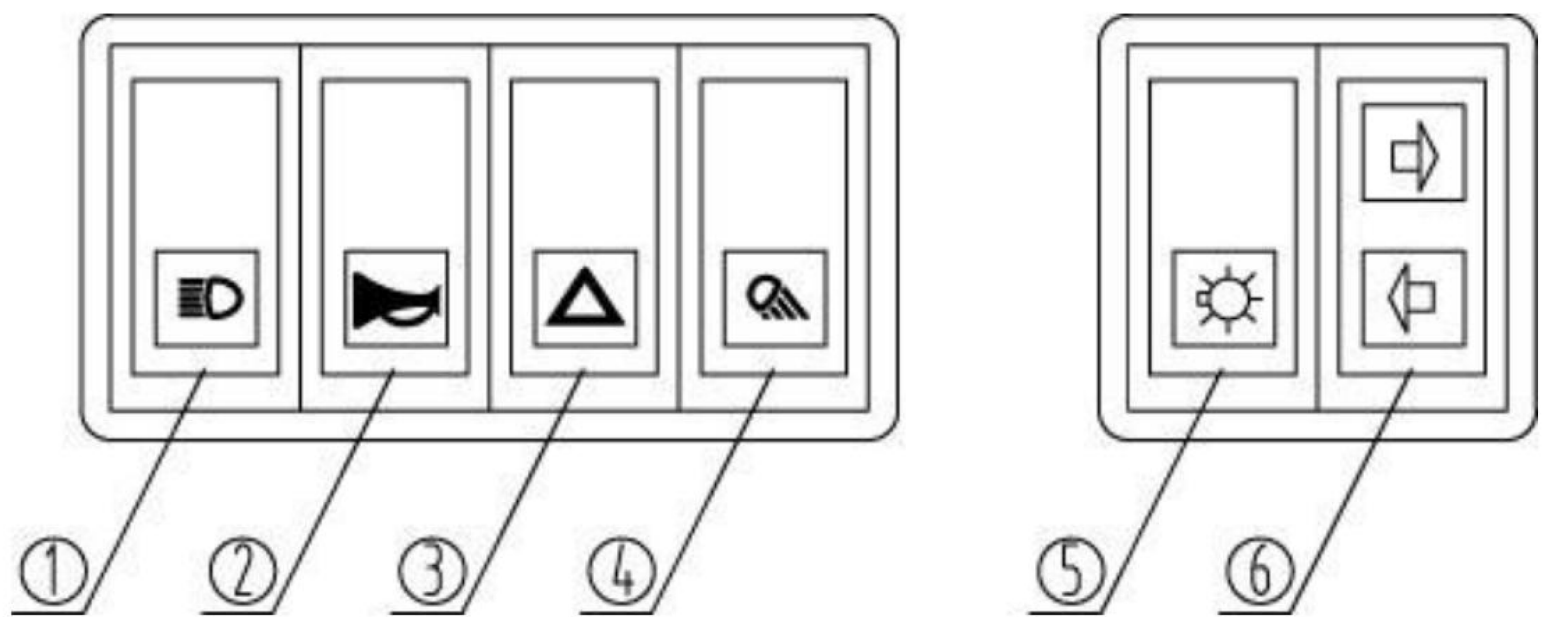

Figura 2-9 Interruptores basculantes
- (1) Fuente de alimentación: consiste en un generador rectificador de silicio, un regulador de voltaje y una batería.
- (2) Parte de arranque: Compuesto por motor de arranque, interruptor de arranque y relé de arranque.
- (3) Instrumentación: se compone de instrumentos y luces indicadoras de señales, que incluyen indicador de temperatura del agua, indicador de combustible, tacómetro y horómetro.
- (4) Dispositivos de iluminación y señalización: se compone de un faro delantero, una lámpara de señalización delantera, una lámpara de señalización combinada trasera, una lámpara de trabajo trasera, una bocina y una luz intermitente.
- (5) Accesorios eléctricos: Incluyen principalmente la caja de fusibles, los interruptores basculantes (como se muestra en la figura 2-9), el interruptor de la luz de freno, los relés, los reguladores eléctricos, los conectores eléctricos del remolque y el interruptor de alimentación principal.